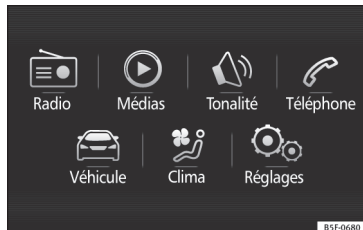

Fig. 41 Easy Connect : Menu principal.
- Appuyez sur la touche **MENU** du système puis sur le bouton **CAR** » **fig. 41**, ou sur la touche **CAR** du système, pour atteindre le menu **CAR** » **fig. 42**.